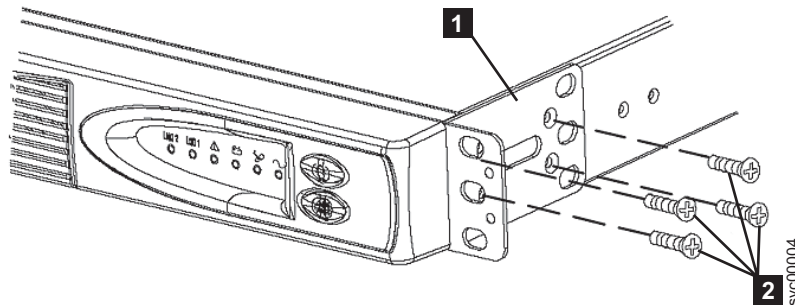

図 11. 無停電電源装置 5115 への取り付け金具の取り付け
3. 同梱の M3 × 6 ねじ **2** 4 つを使用して、UPS 5115 の両側で、取り付け金具 **1** の長いほうの端を UPS 5115 に取り付ける。図 11 を参照してください。